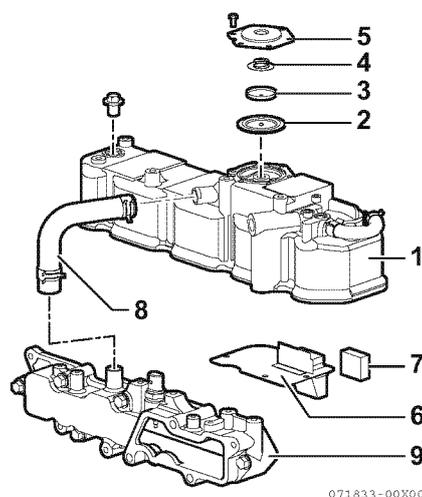

Figure 5-16
Comme indiqué ci-dessous, pour les moteurs sans turbocompresseurs, lorsque la membrane (2, **Figure 5-16**) fixée au couvercle de la culasse (1, **Figure 5-16**) via le ressort (4, **Figure 5-16**) s'ouvre avec une certaine pression, à laquelle la pression du carter raccordé à la chicane du reniflard (7, **Figure 5-16**) fixée au séparateur à chicane (6, **Figure 5-16**) devient élevée, le système de reniflard du moteur TNV/TN réduit le gaz de soufflage dans le collecteur d'admission (9, **Figure 5-16**) via le tuyau de reniflard (8, **Figure 5-16**).
1. Retirez les boulons retenant le couvercle de membrane (5, **Figure 5-16**).
2. Retirez le couvercle de membrane, le ressort, la plaque centrale (3, **Figure 5-16**) et la membrane.